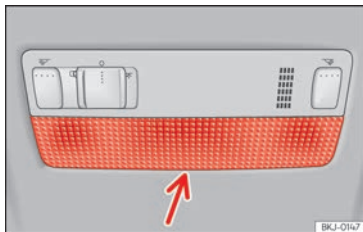

Abb. 174 Leseleuchte vorne.
- Das flache Ende eines dünnen Schraubendrehers zwischen Gehäuse und Glas einführen »» (Abb. 174).